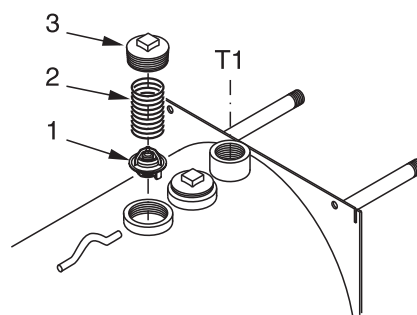

fig. 7
Hierzu werden die Gewindestopfen (3) entfernt und die Thermostatventile (1) mit Feder (2) entnommen und anschließend die Gewindestopfen wieder eingedichtet, siehe Darstellung **fig.7**.